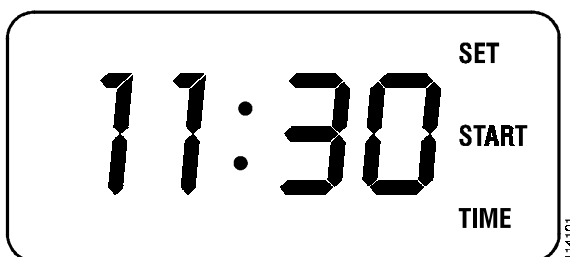

Figure 10.
6. Appuyez sur le bouton **Start Time** (Heure de Début de cuisson). Un bip se fera entendre et l'écran affichera SET-START-TIME sur le côté droit (voir Figure 10).